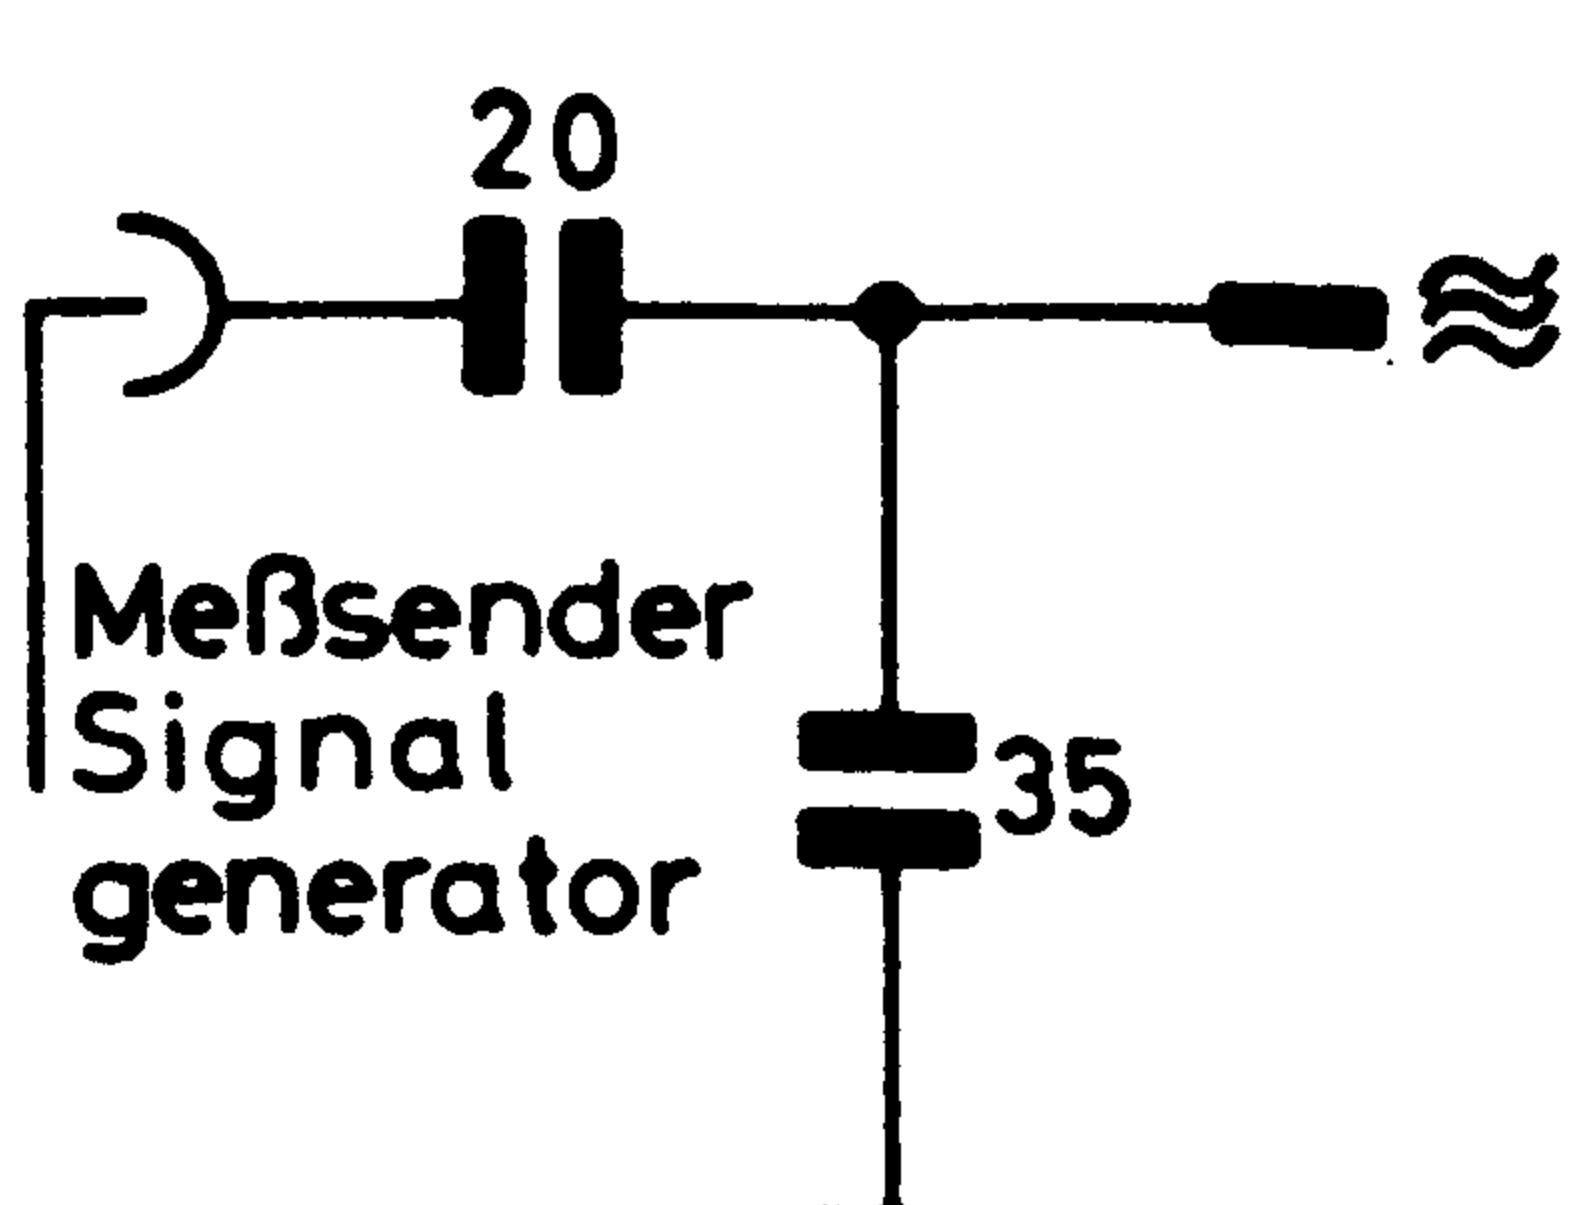

Fig. 8
- Beim AM-Abgleich künstliche Antenne, Fig. 8 verwenden.
- For AM alignment use dummy antenna, see fig. 8.